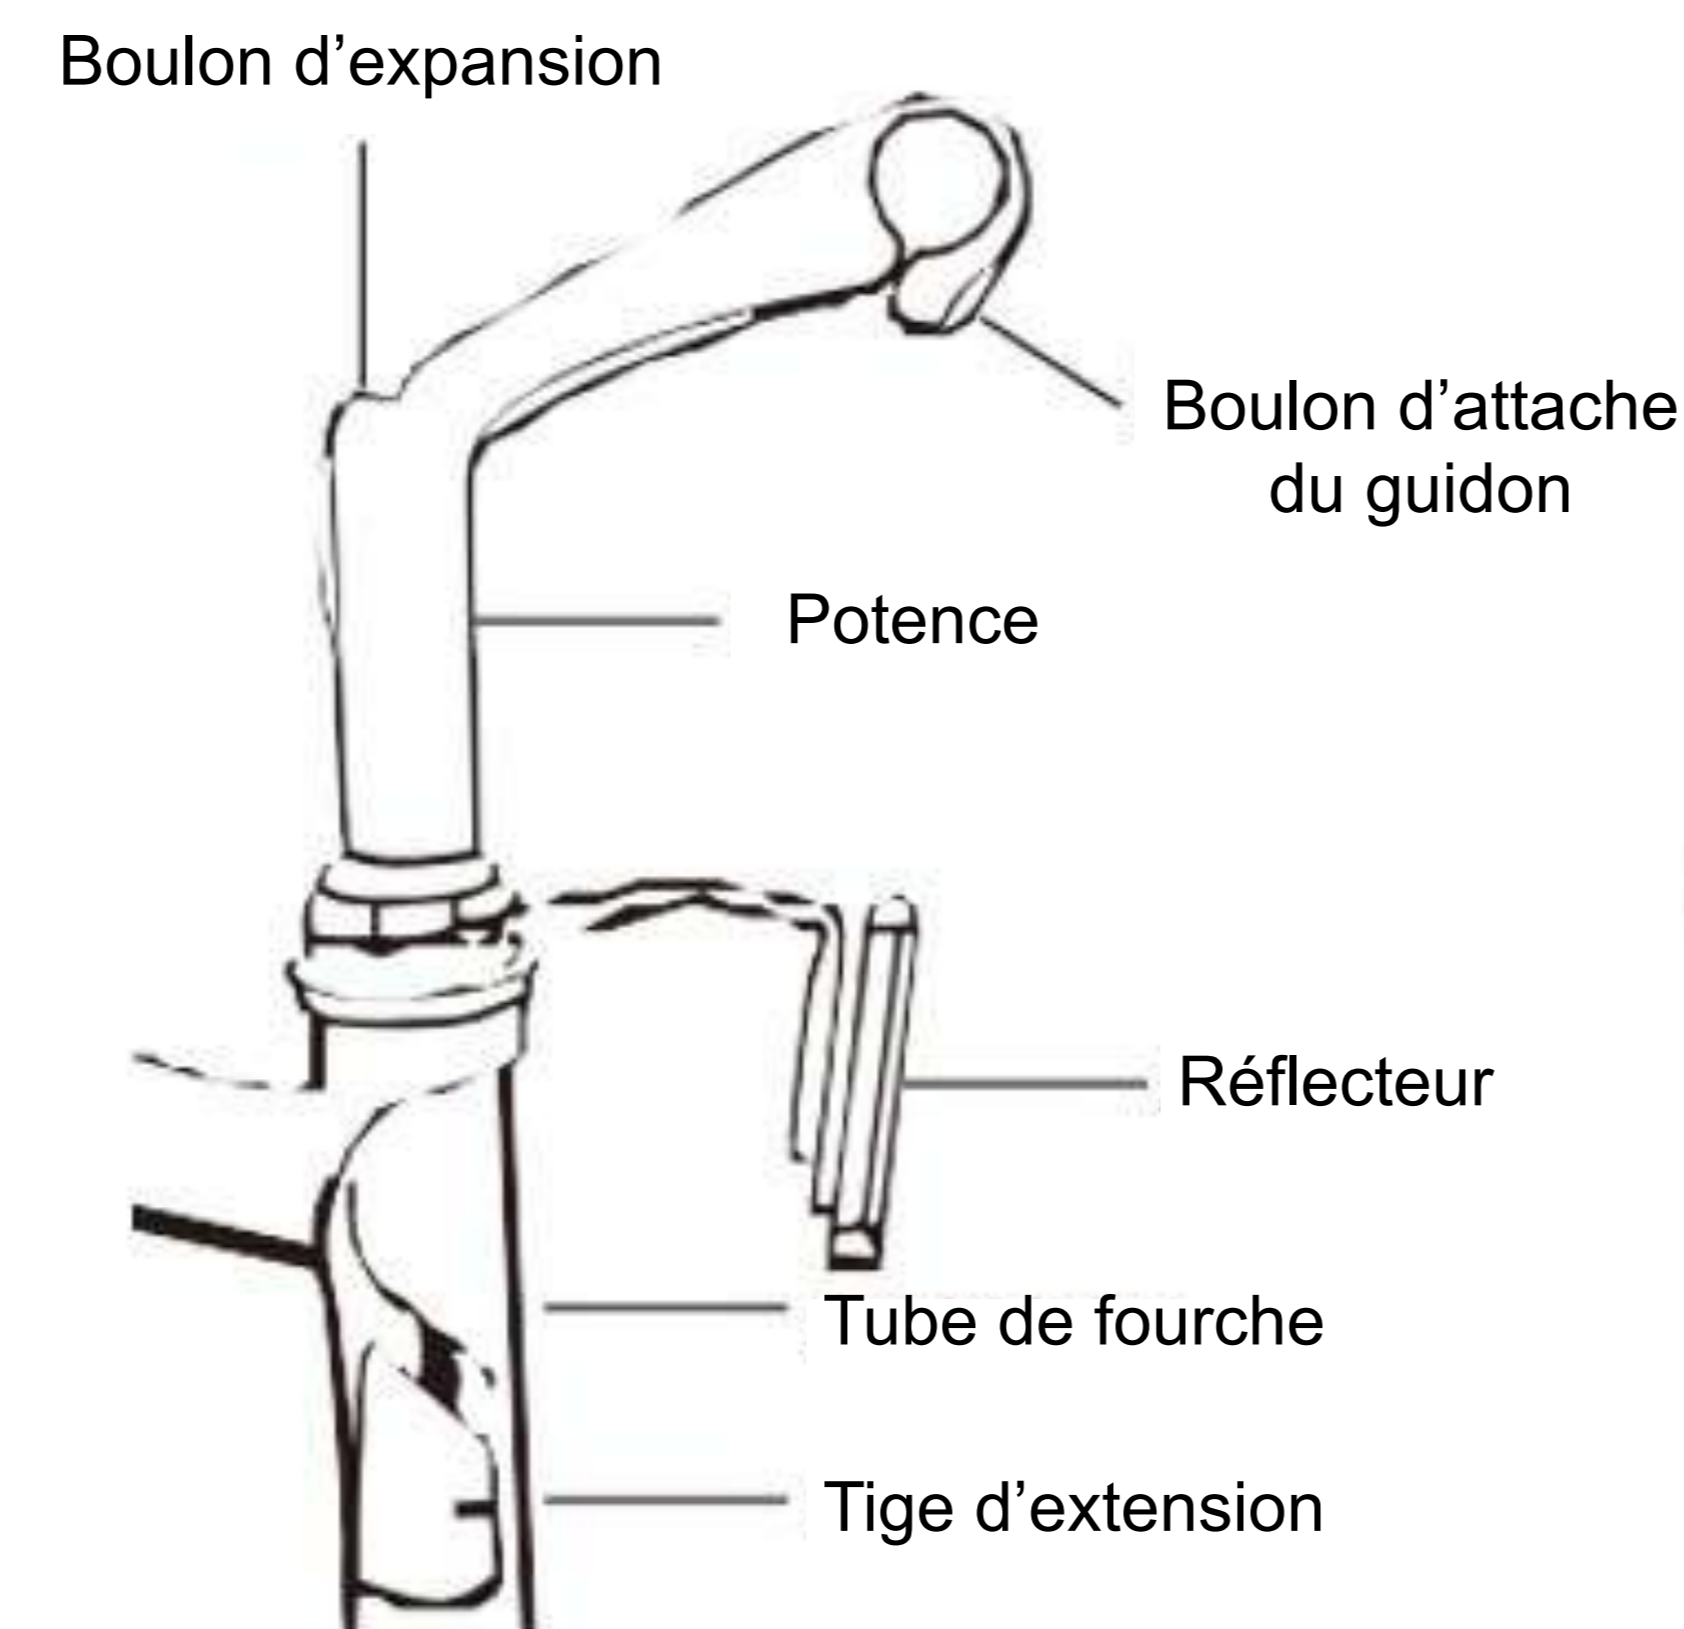

Fig.9
Étape 3: Assemblage du guidon et de la tige du guidon (voir fig 9. Et 10.)
Votre vélo pouvant être équipé d'une potence réglable, d'une potence standard ou d'une potence à tête en A (voir fig.9), vous devez toujours vérifier que tous les boulons sont bien serrés avant de rouler. En fonction de la situation d'une potence de guidon standard, veuillez suivre les instructions ci-dessous :